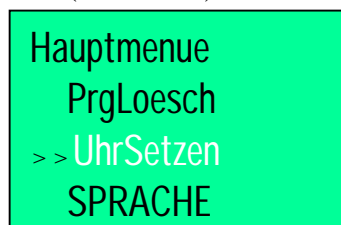

Abb. 2.24
- Im Hauptmenü (Abb. 2.23) mit den Tasten 5 (▲) und 6 (▼) die Liste durchblättern, bis **UhrSetzen** hinter dem Prompt steht (Abb. 2.24).